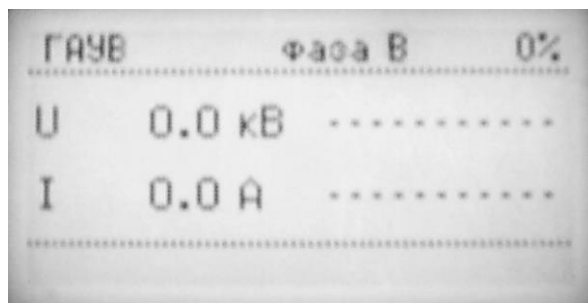

Рис.6.
6.5.8. Нажать кнопку блока управления «ВЫПОЛНИТЬ», при этом включится сирена (на 1-2с.) После чего на экране БУ появится сообщение «ВЫБЕРИТЕ ФАЗУ» (См. рис.6.) Фазу выбирать нажатием кнопки, расположенной под соответствующей надписью «А», «В» или «С».
6.5.9. После выбора фазы на экране БУ появится заставка режима «ГАУВ автомат» (рис.6)
Нажать кнопку блока управления «ВЫПОЛНИТЬ», при этом включится сирена (на 1-2с.), красный сигнальный светильник. После чего на экране БУ появится сообщение «ВЫБЕРИТЕ ФАЗУ» (См. рис.6.)